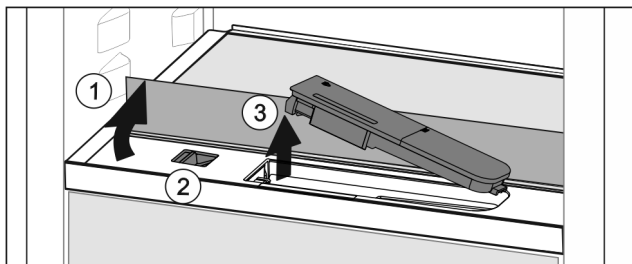

Fig. 134
- Tõstke klaasplaat üles ja klappige lõpuni taha Fig. 134 (1).
- Lükake liugurit Fig. 134 (2) vasakule.
- Võtke veepaak välja Fig. 134 (3).